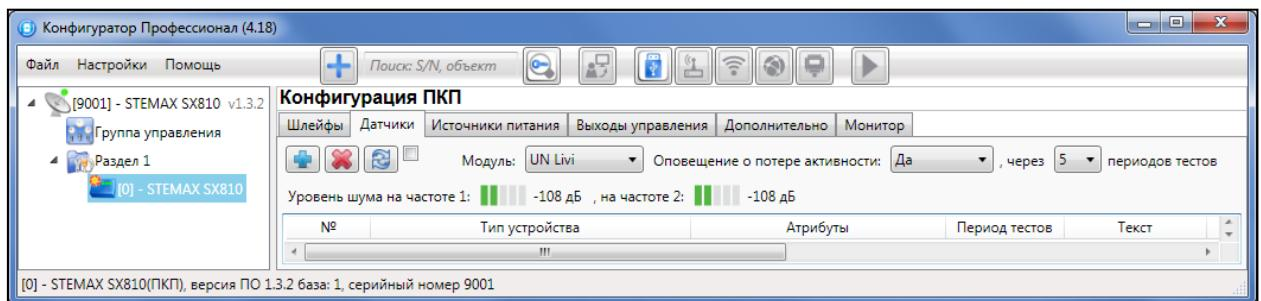

Рис. 9.3. Вкладка датчики (основные параметры работы радиоустройств Livi)
- В верхней части вкладки *Датчики* (Рис. 9.3) осуществляется выбор радиосистемы с помощью раскрывающегося списка *Модуль*. В списке выберите модуль UN Livi и дождитесь, пока программа *Конфигуратор Профессионал* запишет модуль расширения в конфигурацию контроллера.
- На вкладке *Датчики* нажмите кнопку (см. Рис. 9.3).